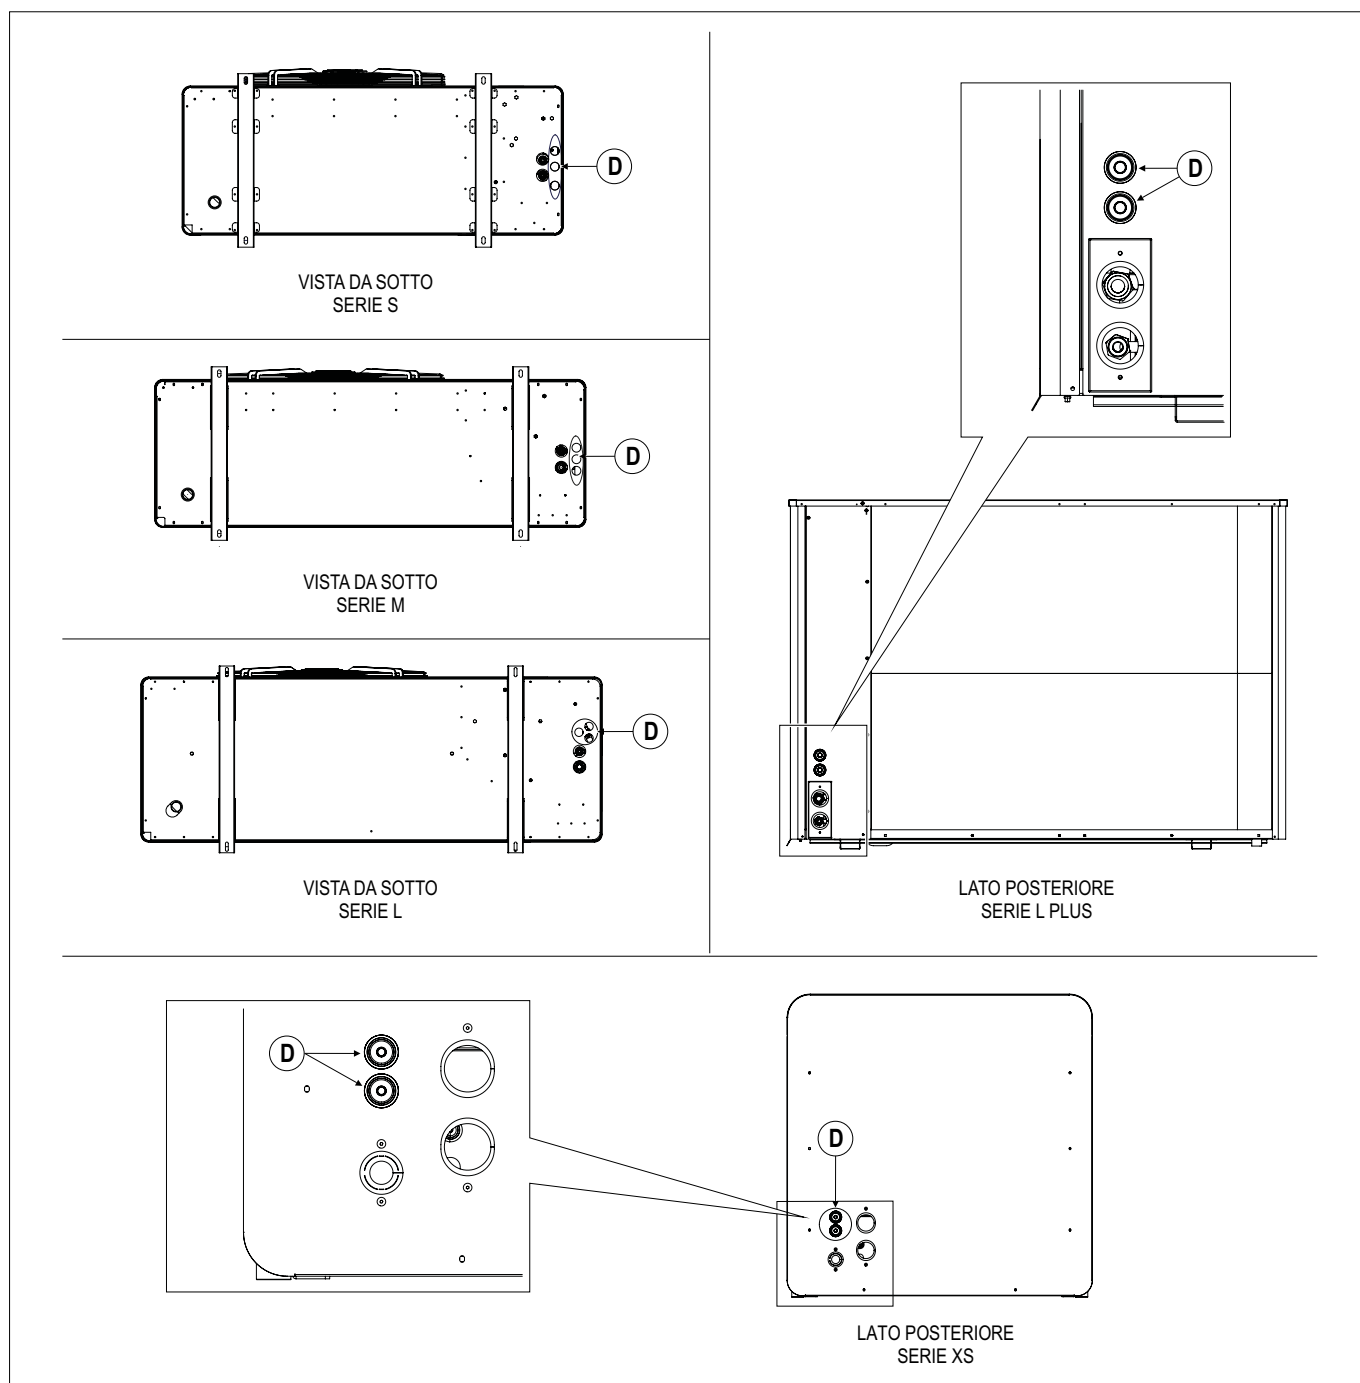

FIG. 46 (Collegamento alla fonte di energia elettrica)
- 1) Inserire il cavo di alimentazione elettrica alla base della macchina o sul lato posteriore in base alla serie di macchina nei fori con pressacavi (FIG. 46 - Rif. D)